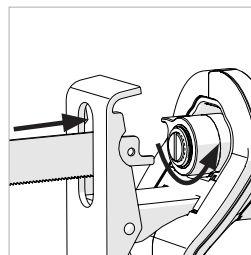

Fig. 2
- Vrid och håll bladets klämrat moturs. (Fig. 2)